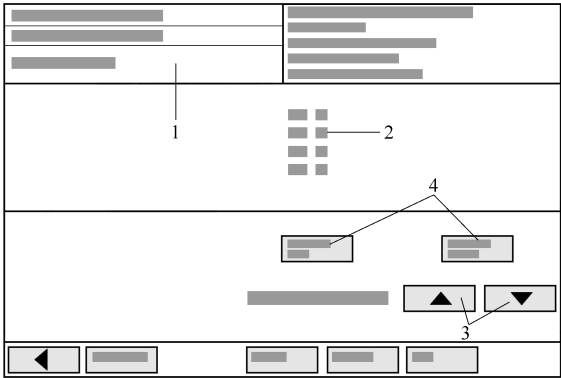

图 7-2-5 诊断仪 V. A. S 5051 A
(4) 输入分组号。
(5) 诊断仪 V. A. S 5051 A 显示屏上的显示内容如图 7-2-5 所示。